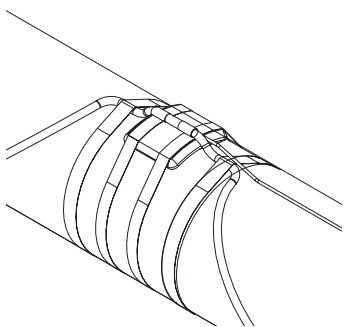

Рис. 9: Искусственная точка перегрева
- Датчик должен быть размещен на верхней части трубы (рис. 9)